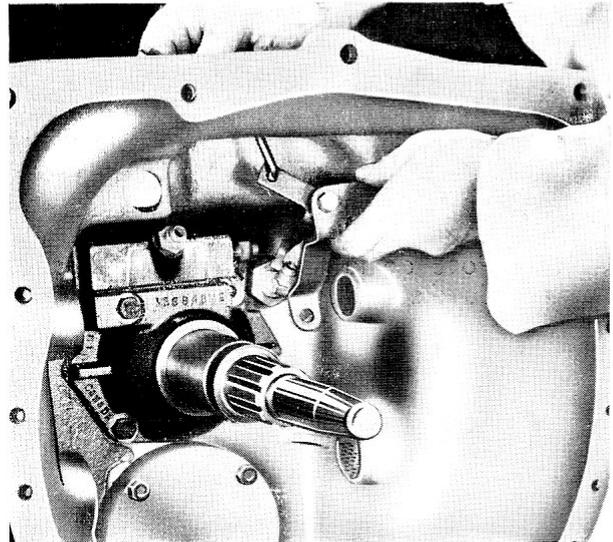

Fig. 24
3° Monter les 4 vis de fixation du boîtier et le guignol de renvoi de commande de « Multi-power » (fig. 24).
**Attention.** — S'assurer que le bec du guignol est bien encastré dans l'encoche du tiroir distributeur (fig. 24).